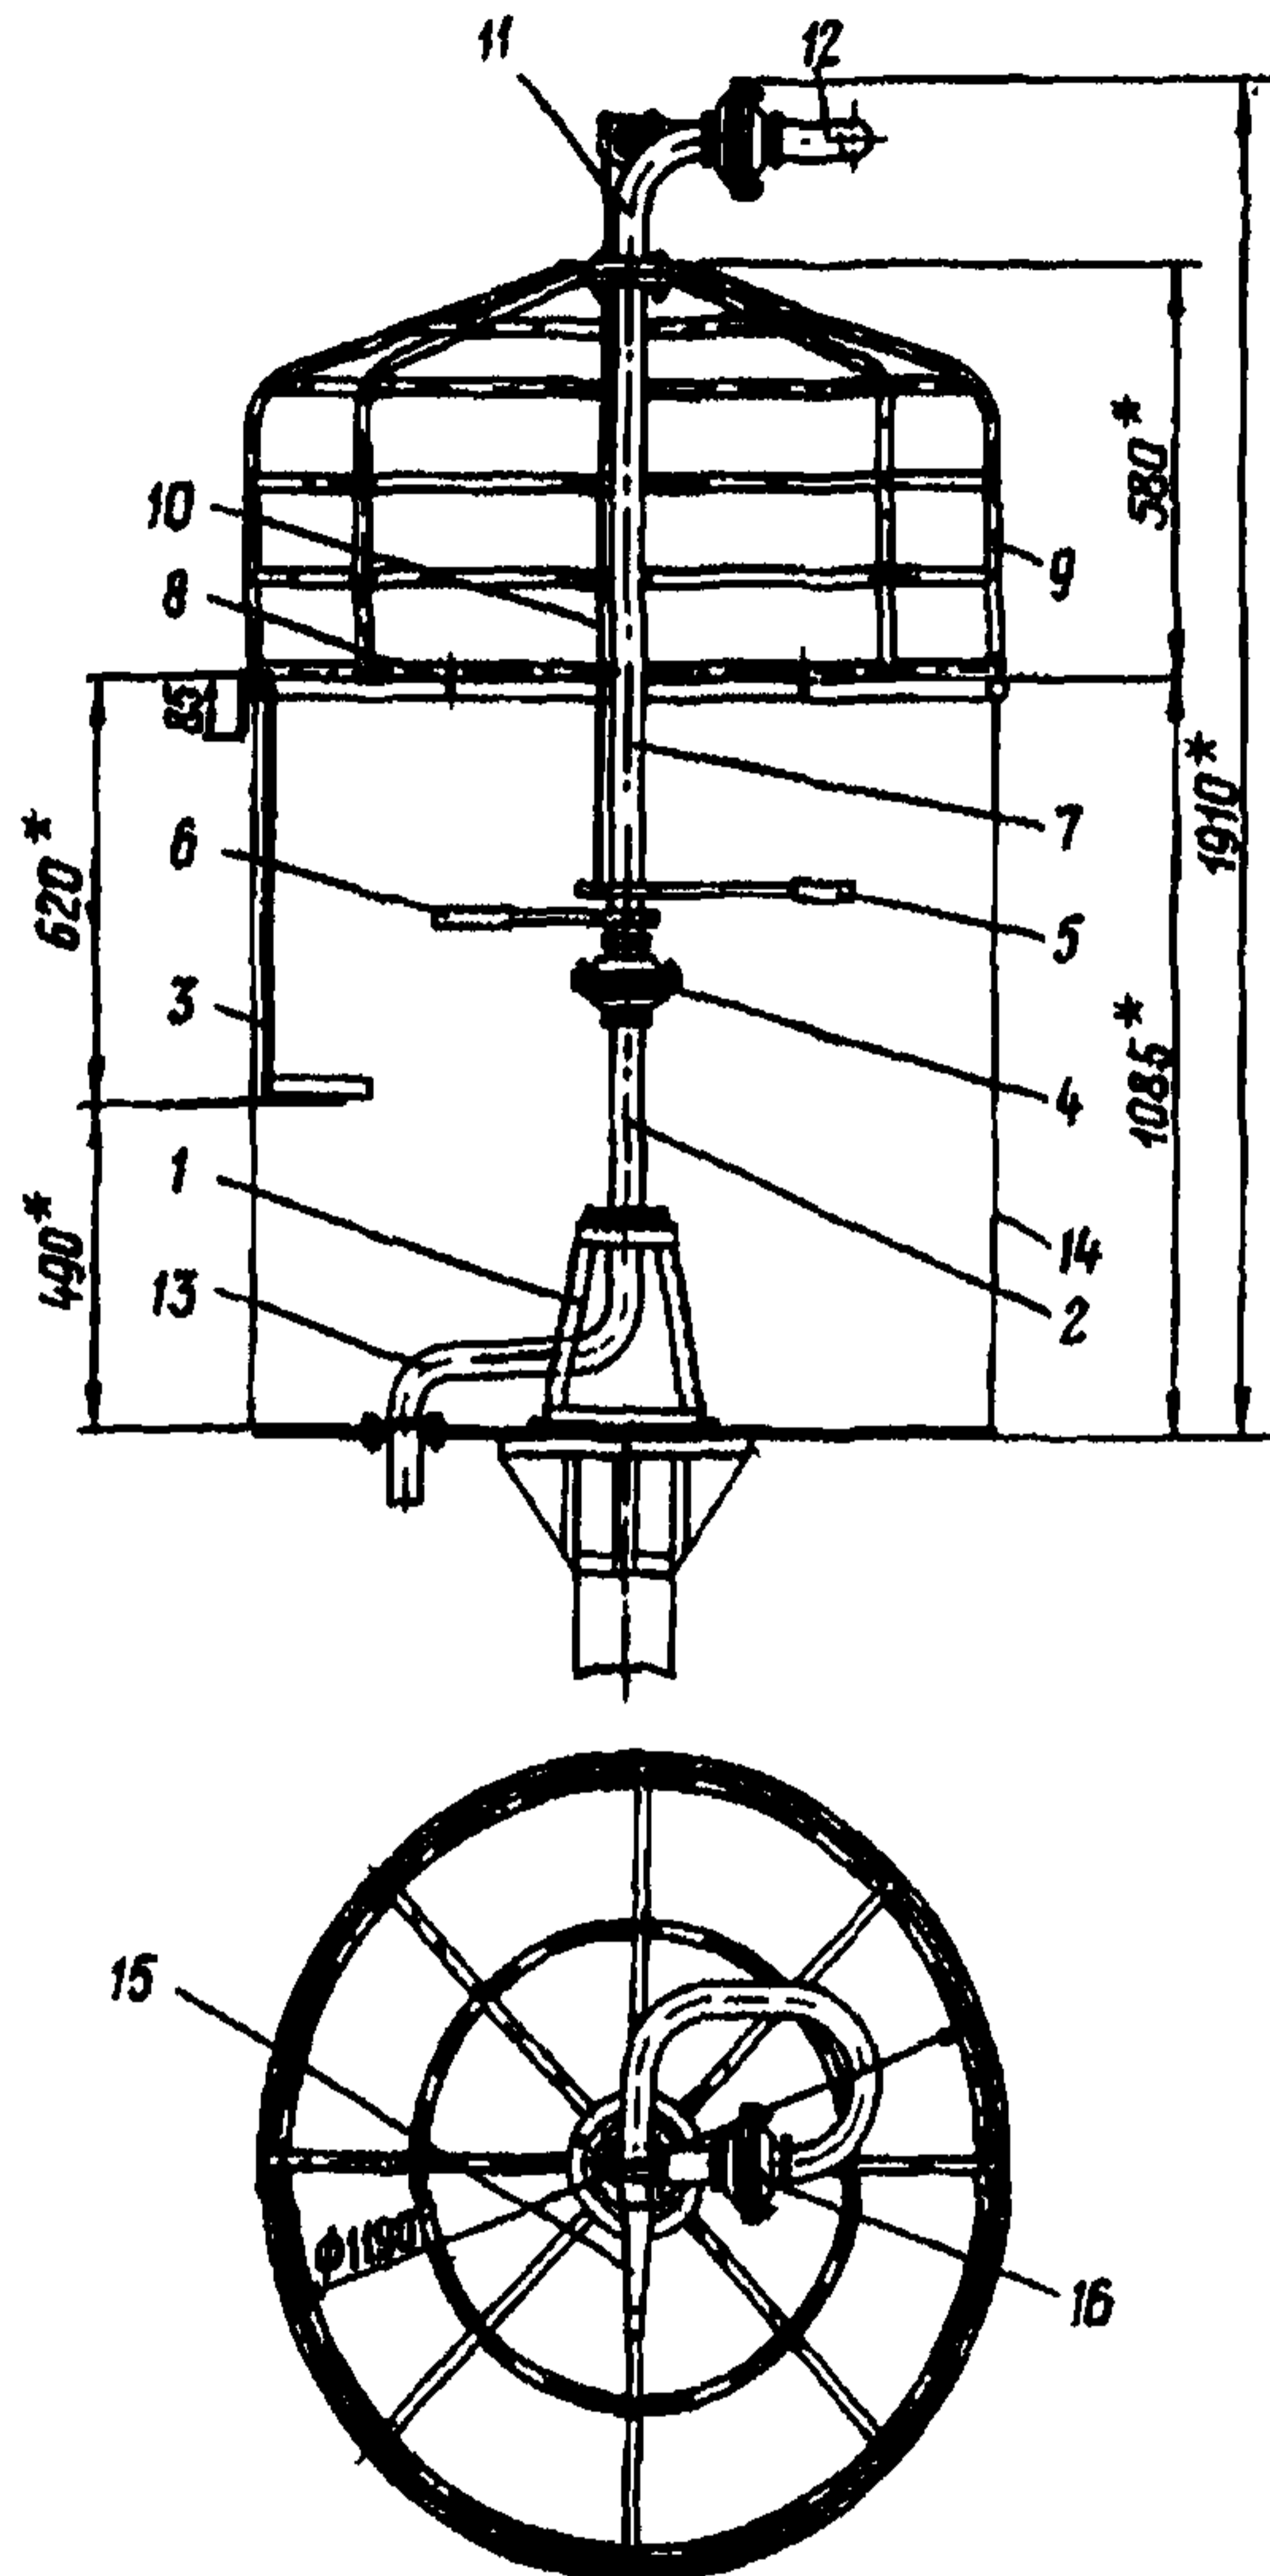

Рис.1. Струйно-направляющий аппарат для обмыва ВЛ 220-500кВ:
2.5. Защита электромонтера-оператора от воздействия электрического поля при работах на ВЛ 330-500кВ осуществляется защитным экраном, являющимся одновременно конструктивным элементом струйно-направляющего аппарата (рис. 1).
- струйно-направляющим аппаратом (см. рис.1) со стволом и комплектом коническо-цилиндрических насадков с диаметром выходного отверстия 12, 14 и 16мм. Устройство не сложно по конструкции и может быть изготовлено силами энергосистемы. Чертежи устройства можно получить в ПО "Союзтехэнерго" (105023, Москва, Семеновский пер., д.15);
- защитным экраном 9, устанавливаемым на корзине телескопической вышки (см.рис.1);